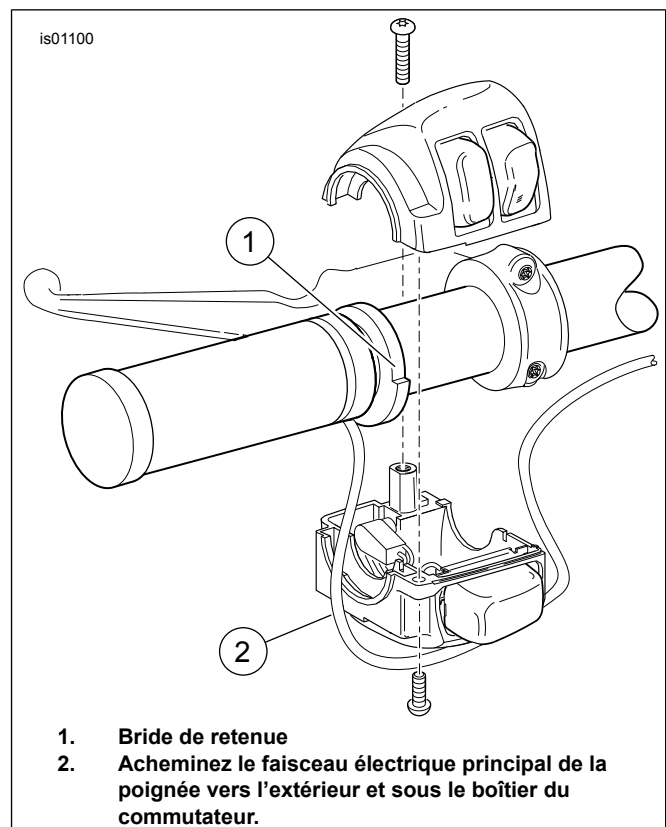

Figure 1. Poignée chauffante (gauche)
9. Consultez Figure 1. Positionnez la poignée gauche sur le guidon de sorte que la bride de retenue (1) puisse être solidement installée dans le boîtier (2) du commutateur inférieur.